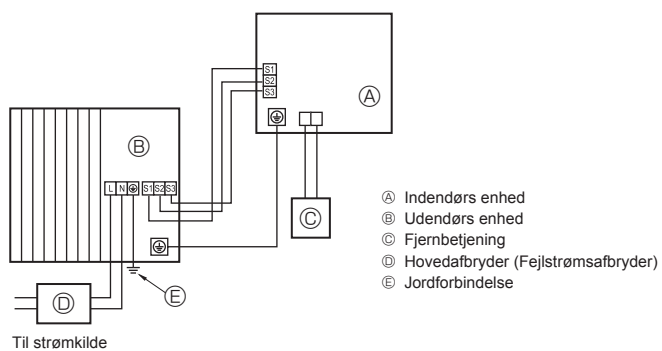
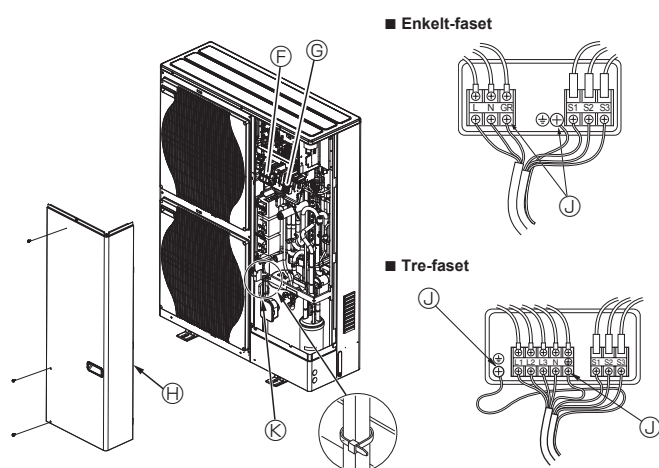

Fig. 5-1
Fig. 5-2
5.1. Udendørs enhed (Fig. 5-1, Fig. 5-2)
- ① Afmonter servicepanelet.
- ② Før kablerne som angivet i Fig. 5-1 og Fig. 5-2.